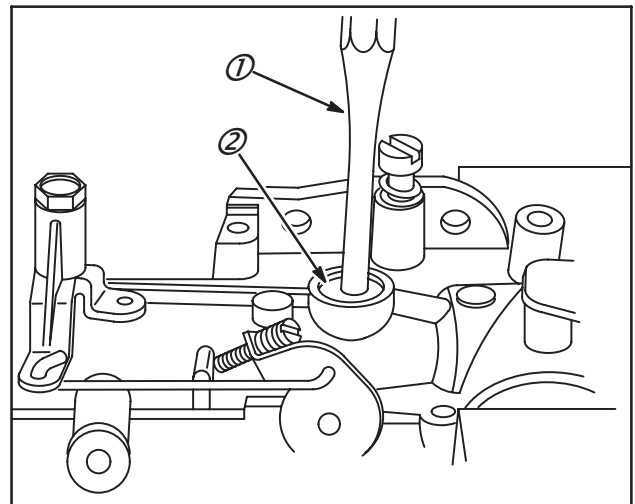

Fig. 76
2. Frapper au centre de la pastille d'obturation à l'aide d'un chasse-goupille de Dia. 6,4 mm ou plus (1). Ne pas plier la pastille, Fig. 76.